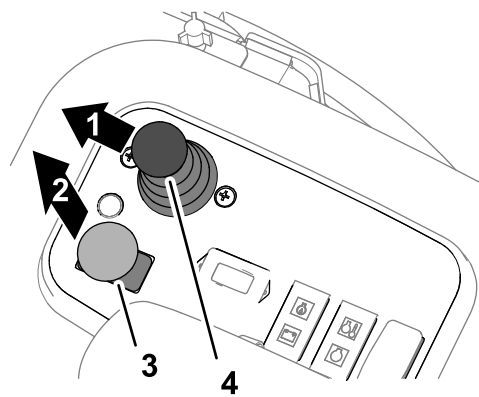

Рисунок 100
3. Переведите рычаг управления опусканием для скашивания / подъемом вперед (Рисунок 100).